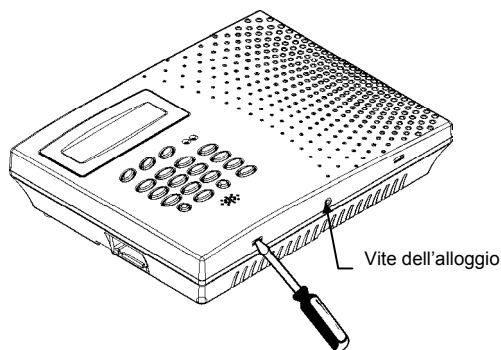

Figura 2.4: Aprire l'alloggio
3. Premere con prudenza le linguette di sgancio tramite un cacciavite, come indicato nella figura 2.4.
7. Collegare il cavo piatto piccolo tra il PCB (5) del GSM800 ed il PCB del pannello di comando (circuito principale).
8. Collocare la scheda SIM nel portascheda SIM (1).